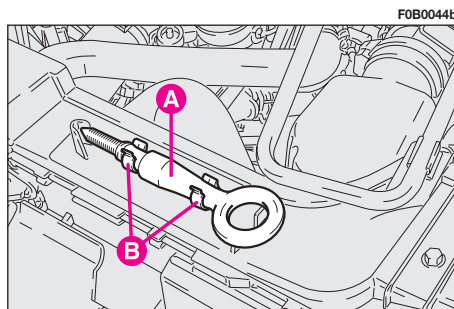

fig. 42
– retire la argolla de remolque **A**-**fig. 42** desenganchándola de los dispositivos de sujeción **B**;